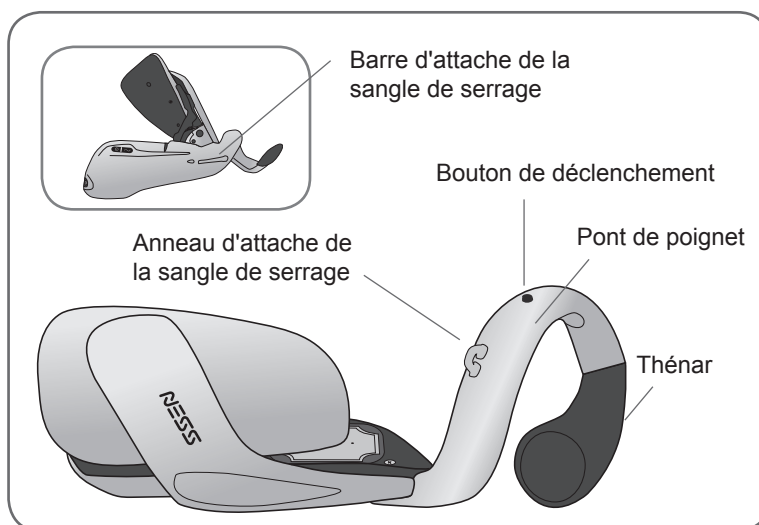

Figure 4-4 : Extrémité spiralée de l'orthèse H200 Wireless.
Caractéristiques de l'extrémité en spirale : Reportez-vous à la Figure 4-4.
- Un renfort de poignet amovible situé sur le dessous du pont de poignet et utilisé pour asseoir le poignet. (Non visible à la Figure 4-4.)